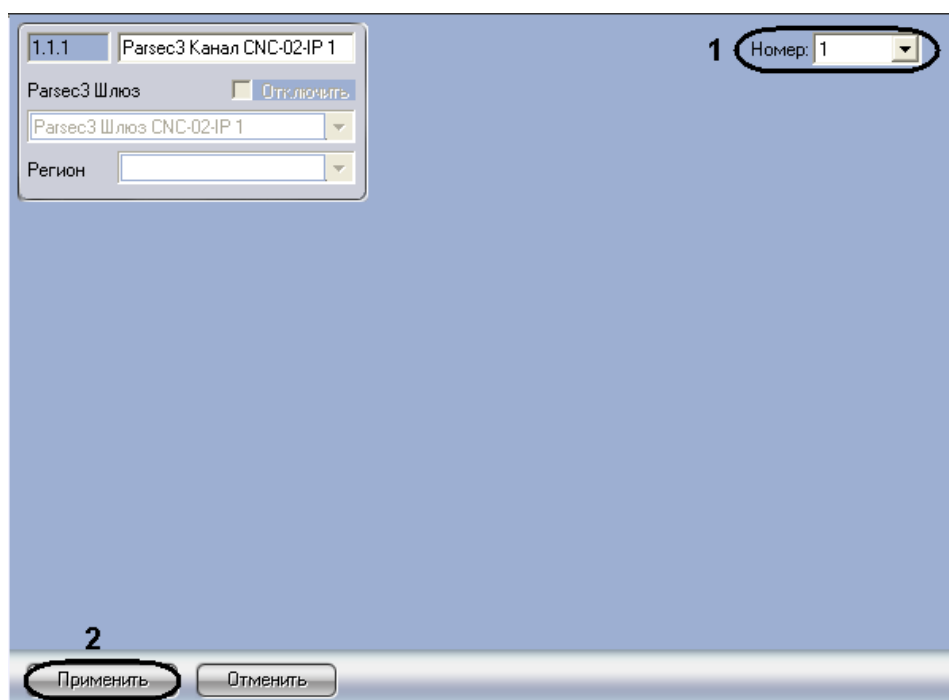

Рис. 3.4—4 Панель настроек объекта Канал CNC-02-IP
8. Из раскрывающегося списка **Номер:** выбрать уникальный номер, присваиваемый данному каналу CNC-02-IP (Рис. 3.4—4, 1).